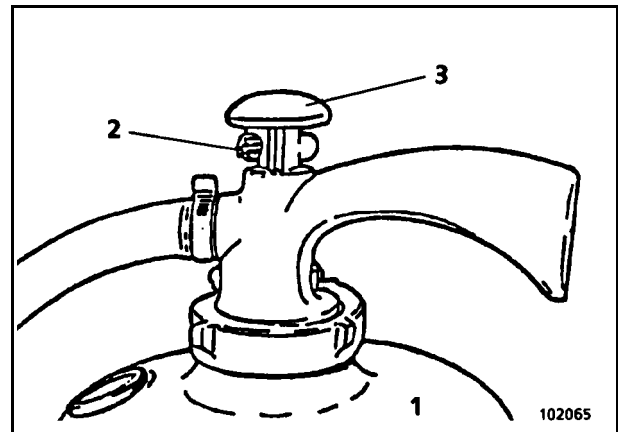

Fig. 2-22:
- Sicherung (2, Fig. 2-22:) ziehen.
- Schlagknopf (3) kräftig eindrücken und wieder loslassen.